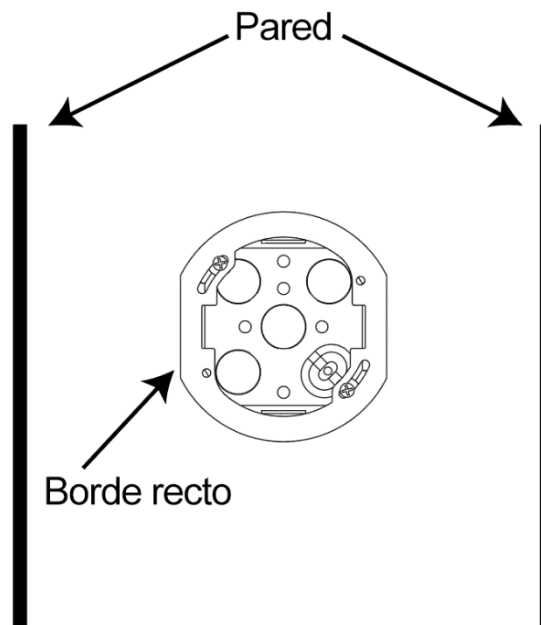

Figura 3
- Utilice los **tornillos n.º 8** incluidos para asegurar el soporte de montaje empotrado en el techo fijándolo a la caja de conexión. Si instala un Slimform cuadrado, utilice los bordes rectos del soporte de montaje para ayudar con la alineación de la luminaria. Para alinear una luminaria cuadrada de forma paralela a una pared en particular, **asegúrese de que el borde recto del soporte quede paralelo a la pared**, como se muestra en la *Figura 3*.